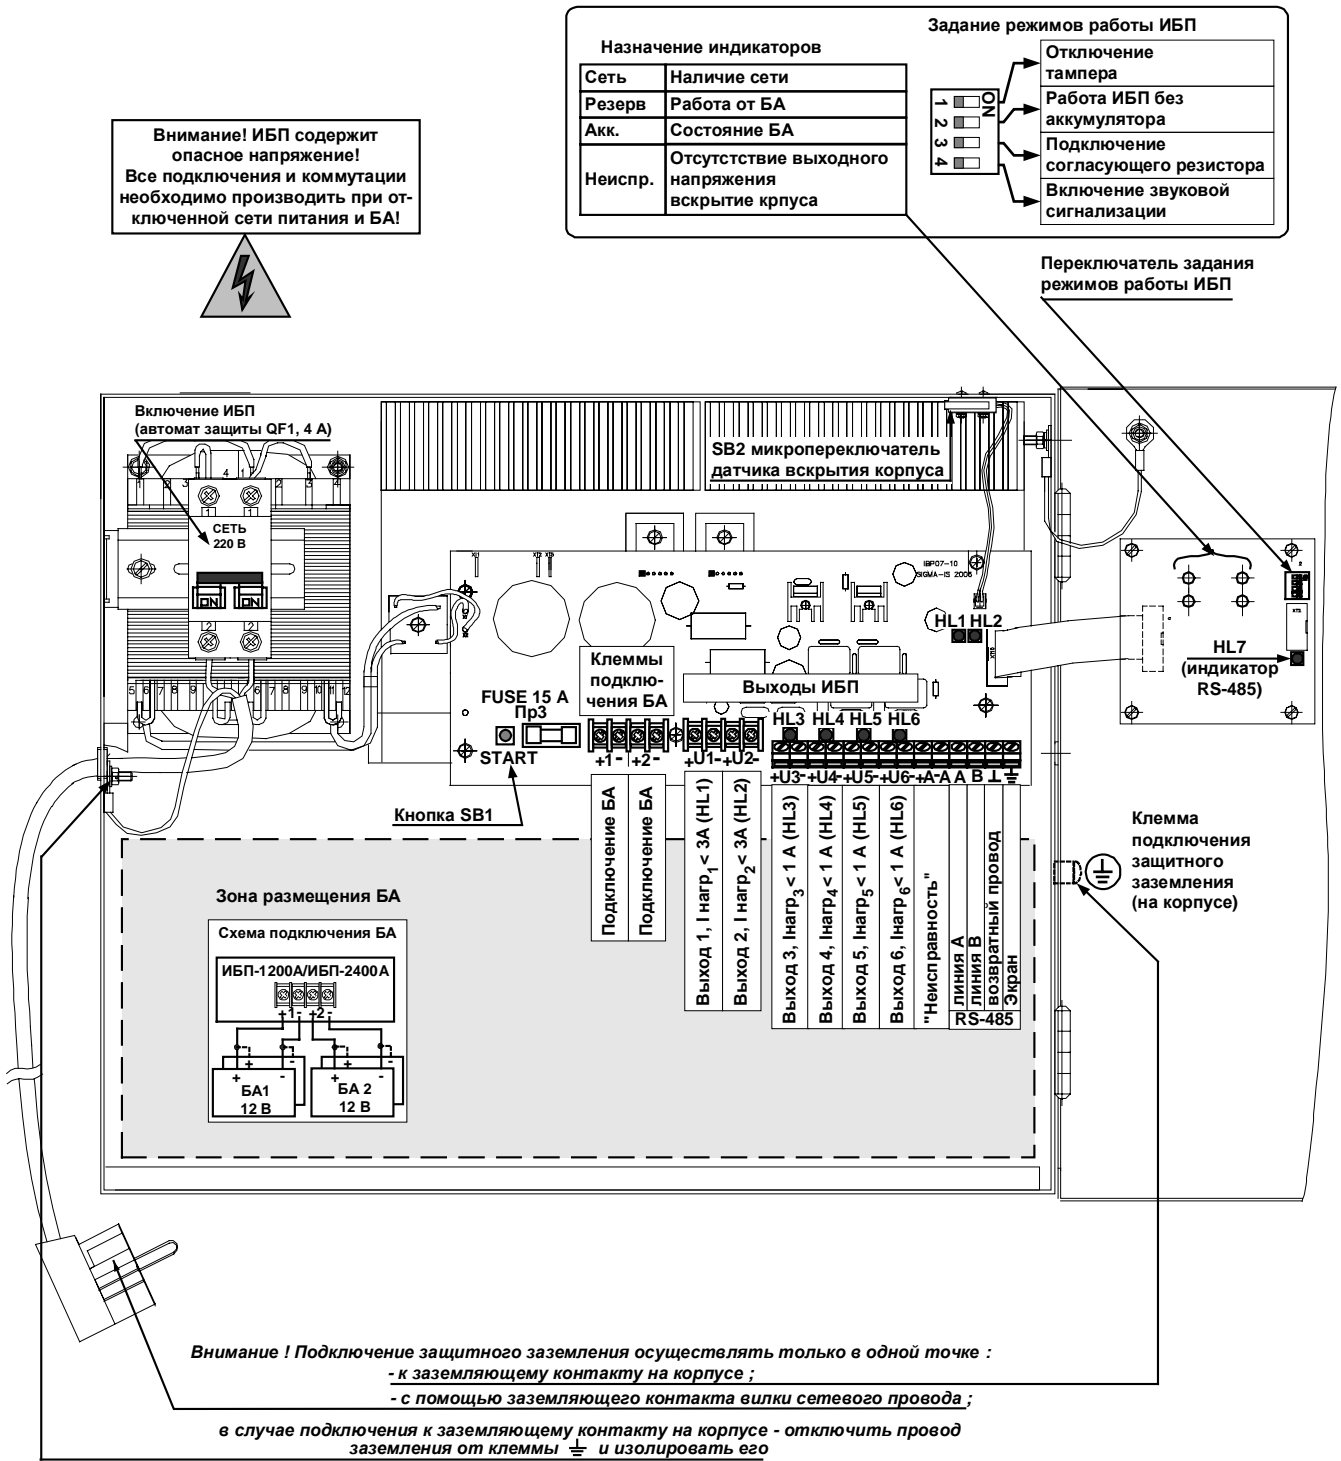

Рис. 2 Внешний вид ИБП с открытой дверью
Внешний вид ИБП с открытой дверью представлен на Рис. 2. Корпус блока имеет вентиляционные отверстия для отвода тепла. Внутри корпуса установлены вентиляторы для принудительного отвода тепла. На автомате защиты QF1 расположен тумблер включения «Сеть 220 В». На боковых поверхностях корпуса имеются отверстия, через одно из которых пропускается кабель подключения сети «220 В», а через другие – провода линий выходного напряжения и контроля за состоянием БА.
Справа на боковой поверхности корпуса расположен винт для подключения защитного заземления (см. Рис. 2).
6.4.6. Корпус ИБП должен быть обязательно заземлен! Подключение заземления ИБП производится медным проводом сечением не менее  $1,5 \text{ мм}^2$  к винту на правой стороне корпуса или с помощью сетевой вилки с заземляющим контактом, вывод от которого присоединен к клемме заземления Рис. 2. В случае подключения заземления к винту корпуса – отключить провод заземления от клеммы  $\perp$  и изолировать его.